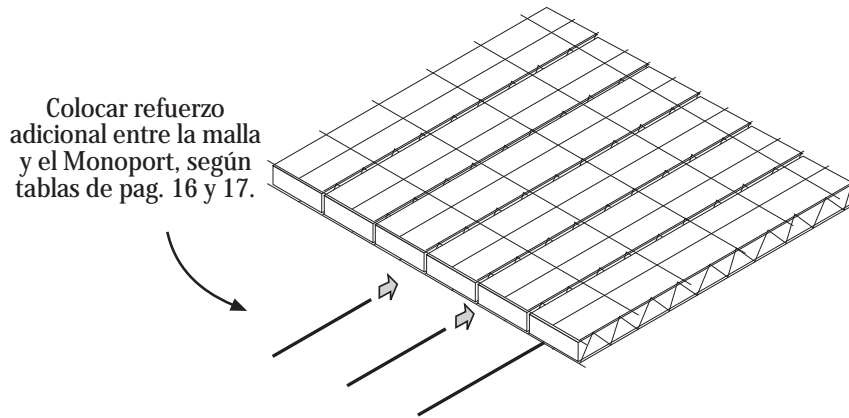

Figura No. 17
4.4 Las losas con PANEL MONOLIT deben reforzarse en la parte inferior, según las tablas que se encuentran en la página 16. El refuerzo debe ser colocado según se indica en la figura No. 17.